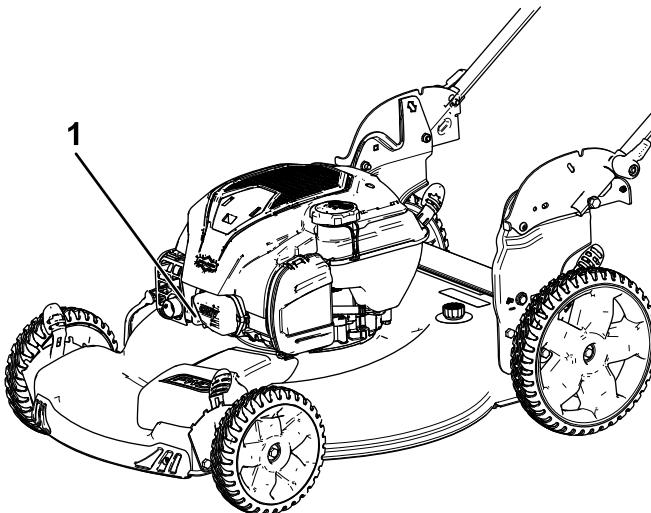

Рисунок 24
- Отсоедините провод от свечи зажигания (Рисунок 24).